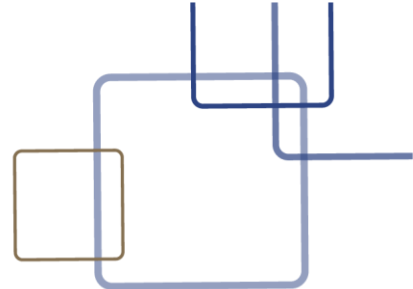

Рисунок 14
- 1) Шлейф от программатора необходимо подключить к разъему XP2 основной платы (1 соотв. 1, не перепутать и т.п.), см. Рисунок 14. В верхнем левом углу платы будет светиться только верхний светодиод (VD25).